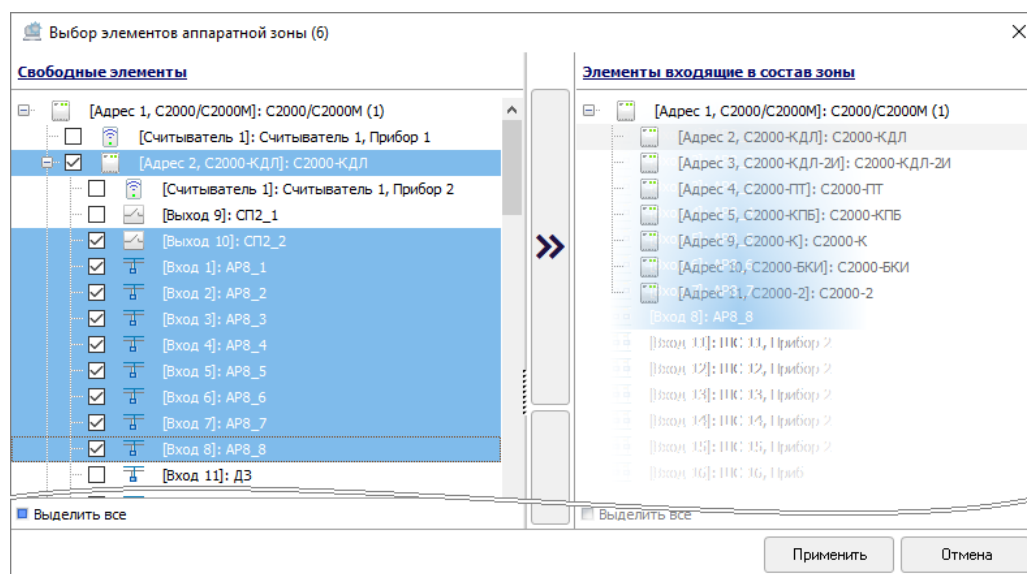

Рисунок 6-314 Добавление элементов и приборов в состав аппаратной зоны перетаскиванием
- в поле «Свободные элементы» выделите один или несколько элементов и/или приборов (для выделения сразу нескольких элементов/приборов нажмите на клавиатуре и удерживайте клавишу <Shift> для выбора диапазона или клавишу <Ctrl> для комбинированного выбора) и, удерживая нажатой левую клавишу мыши, перетащите выделенные элементы/приборы в поле «Элементы, входящие в состав зоны» (см. Рисунок 6-314).